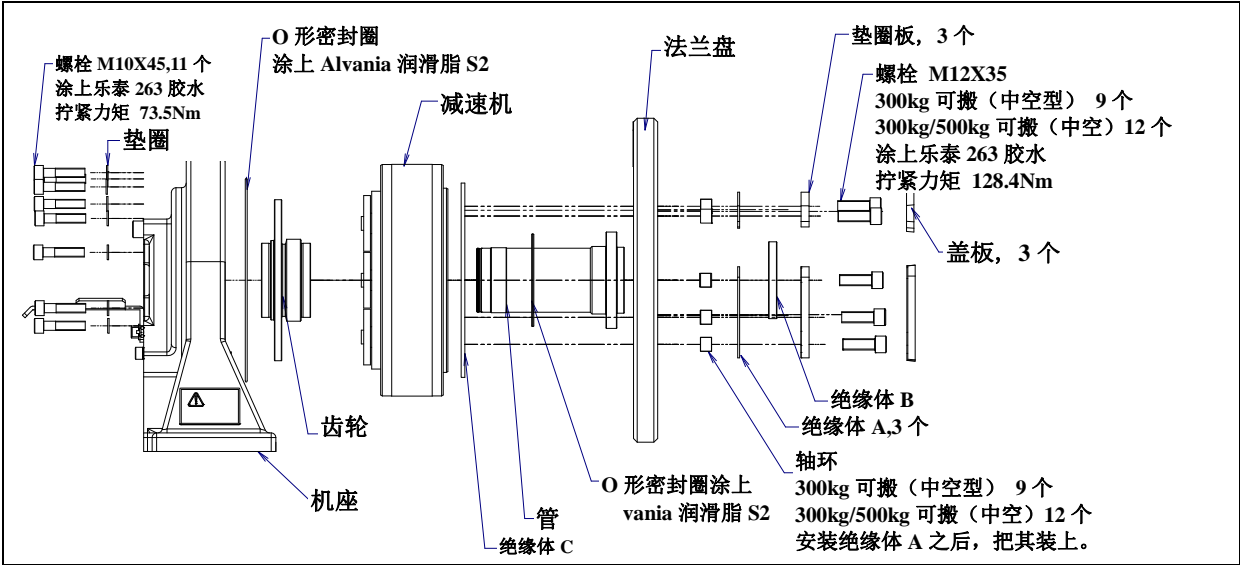

图 6.2 (a) 减速机的更换(300kg 可搬运(中空型)) (300kg/500kg 可搬运(中空型))
- 然后按照相反的步骤进行新的减速机的装配。此时, 把 O 形密封圈换成新的, 然后将其装到规定位置。注意不要破损油封。有关拧紧力矩和乐泰胶水的涂上, 按照图 6.2 (a)。